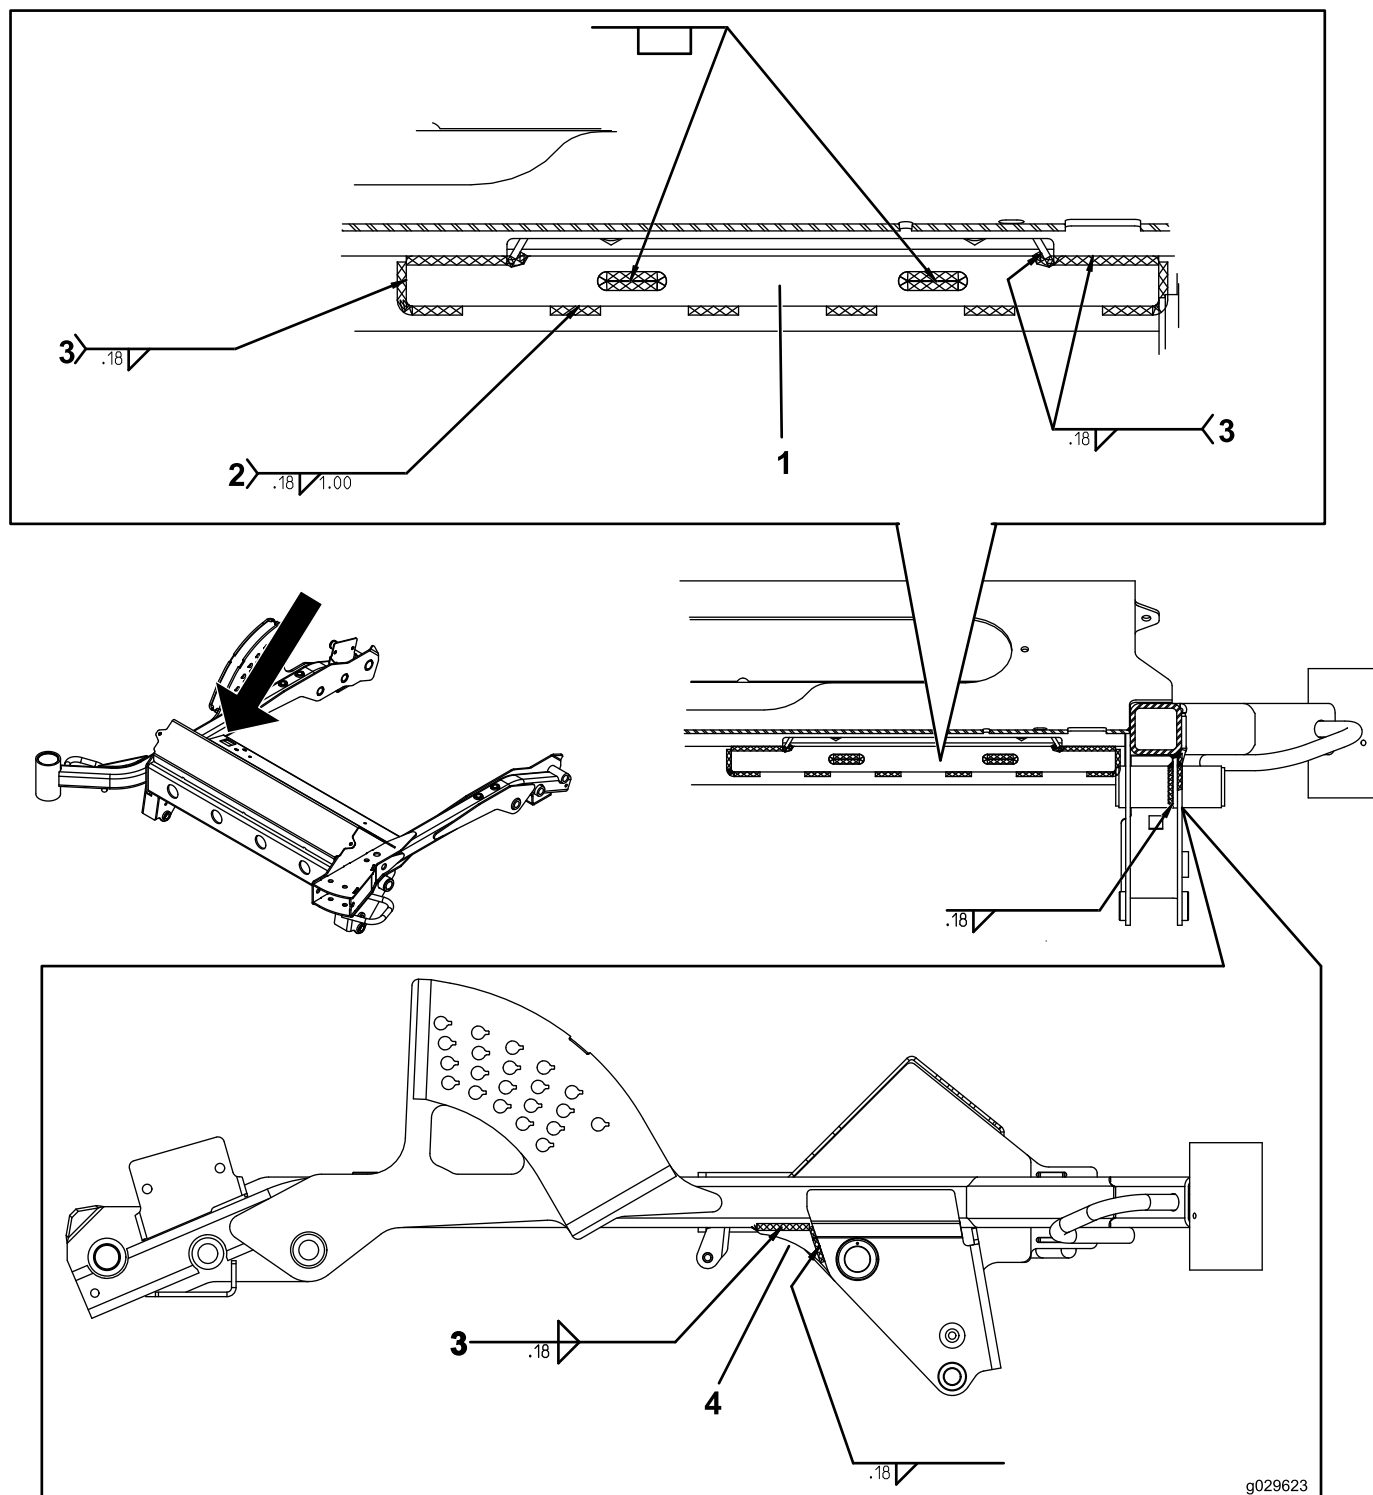

図 4
2. 溶接する部分の塗装をサンドペーパーなどで除去する 図 4。
3. 図 4に示すように、プレートをフレームにクランプ固定して溶接する。